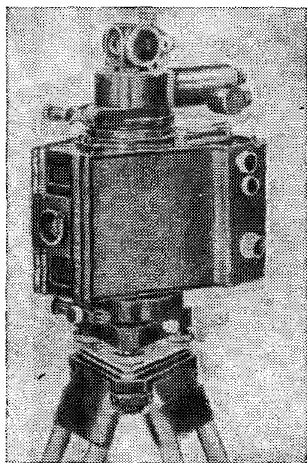

Рис. 28. Фототеодолит Photoeo 19/1318
4.14. Фототеодолит Photoeo 19/1318 (рис. 28) предназначен для производства наземной фотограмметрической съемки, применяется для составления топографических планов горной и сильно пересеченной местности. Может использоваться при определении деформаций зданий и сооружений, для контроля качества строительно-монтажных работ.